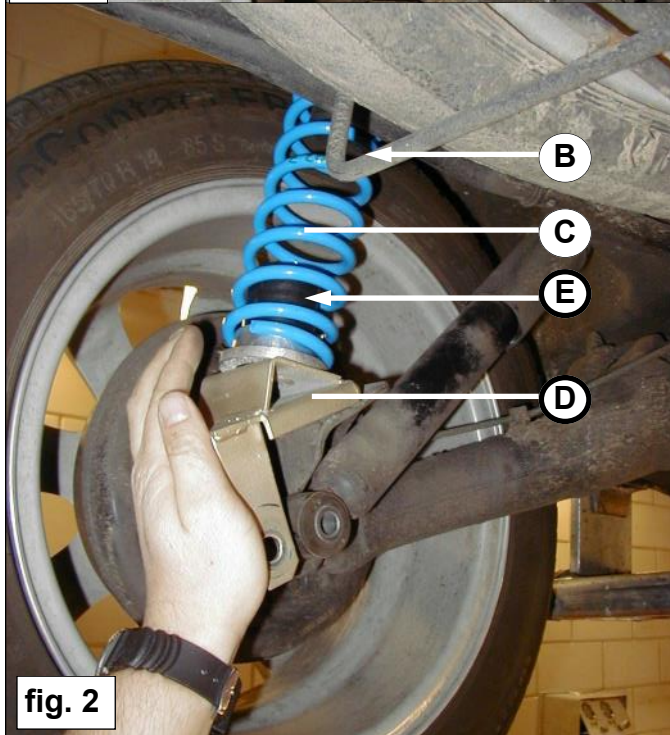

fig. 2
8. Drucke die Hilfsfeder **C** kräftig gegen dem Federteller **B** und platzieren Sie den untere Bügel **D** auf dem Tragarm Siehe fig. 2.